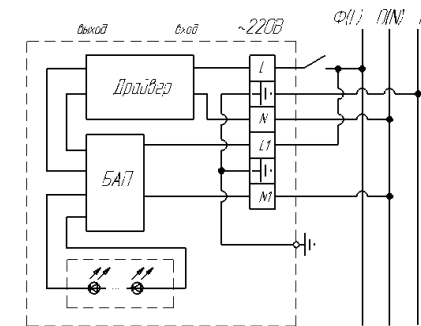

Рис. 2
- подключить провода к клеммной колодке в соответствии со схемой (рис. 2);